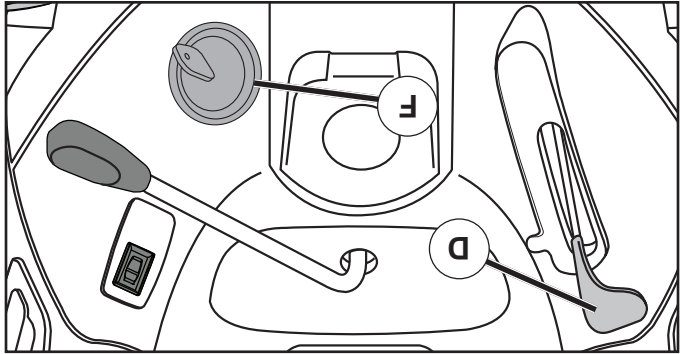

Fig. 6
### PARA USAR EL CONTROL DE LA ACCELERACIÓN (D) (Vea Fig. 6)